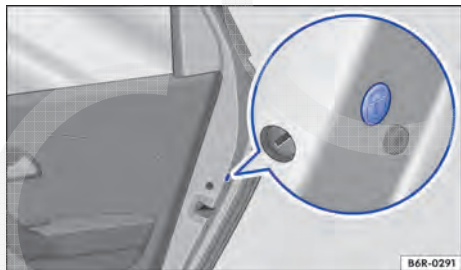

Fig. 145 Na parte dianteira da porta traseira direita: travamento de emergência, coberto por uma vedação de borracha.
- Remover a vedação de borracha da parte dianteira da porta. A vedação está identificada por um cadeado  ⇒ Fig. 145.